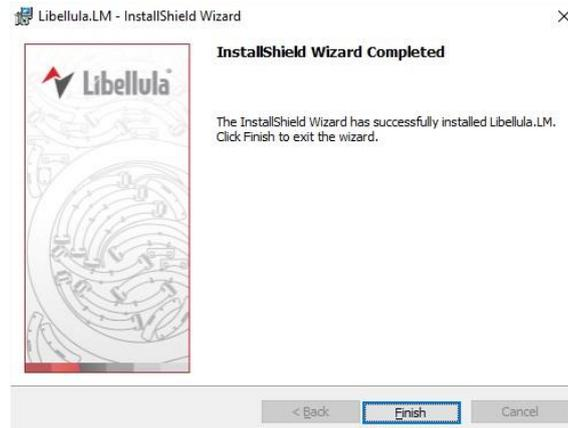

Fig 31 Icône du fichier d'installation de SwiftCAM.
1. Double-cliquez sur le fichier d'installation de SwiftCAM (Fig 31), les fichiers d'installation commenceront à être extraits.